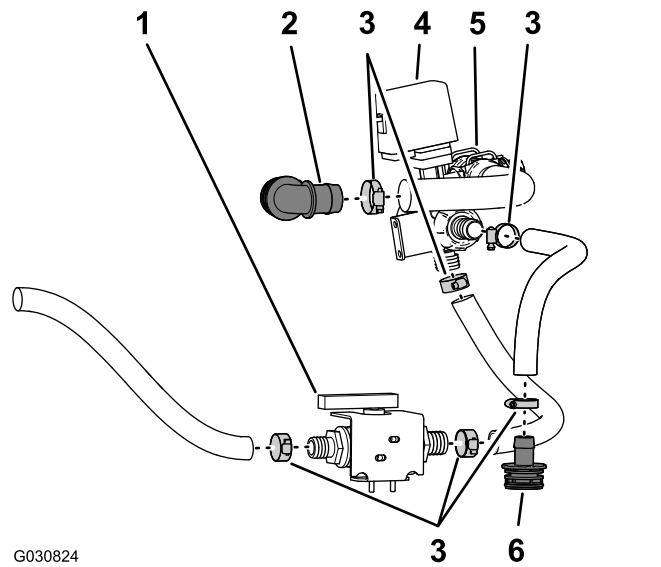

Bild 70
2. Entfernen Sie die Schlauchklemme, mit der der Schlauch am anderen Ende des Kugelventils befestigt ist (**Bild 70**).
3. Entfernen Sie die Schlauchklemme, mit der das gezahnte 90°-Anschlussstück am Schlauch vom Sicherheitsventil befestigt ist (**Bild 70**).
4. Entfernen Sie die Schlauchklemmen, mit denen der Schlauch zwischen dem geraden, gezahnten Anschlussstück und dem Rührwerkventil befestigt ist (**Bild 70**).
1. Entfernen Sie die Schlauchklemmen, mit denen der Schlauch zwischen dem Kugelventil und der Unterseite des Rührwerkventils befestigt ist (**Bild 70**).